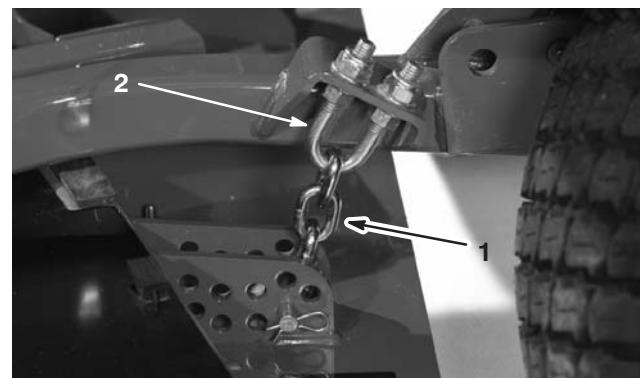

Bild 12
5. Entfernen Sie den Splint und den Lastösenbolzen, mit denen die Schnitthöhenkette an der Rückseite des Mähwerks befestigt ist (Bild 12).